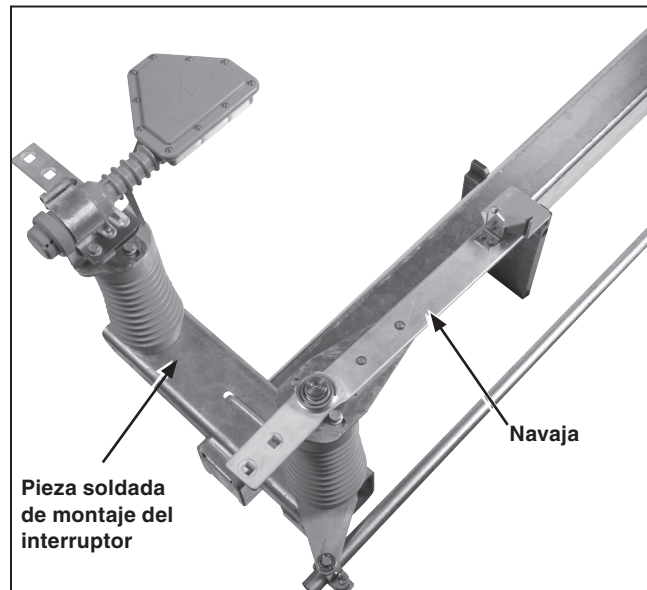

Figura 31. Navaja a 90 grados de la posición de la base del interruptor.
- Mientras la palanca operativa esté en la posición lo más alejada posible en la dirección de apertura, las navajas del seccionador interruptor deben quedar a 90° de la posición **Cerrado** (perpendicular a la pieza soldada de montaje del interruptor). Ver Figura 31.
Revise el interruptor para asegurarse de que todas las unidades tripolares estén abiertas y sus cuchillas estén a aproximadamente 90 grados de la posición Cerrado (perpendiculares a la pieza soldada de montaje del interruptor). Vea la Figura 31 en la página 30.